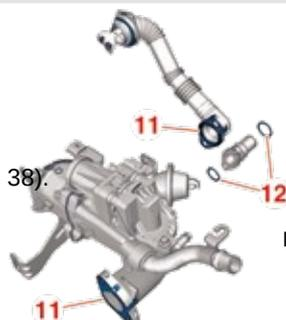

Fig. 38
- Rispettare la posizione dei perni di tenuta delle guarnizioni (11) (Fig. 38).
- Lubrificare con olio motore le guarnizioni (12).